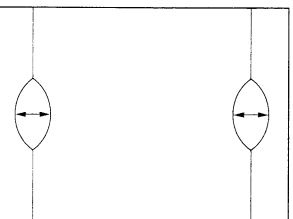

Bild 9
- Stellen Sie Ost/West 2 so ein, daß Sie eine Bedingung erhalten wie es im Bild 9 erscheint.